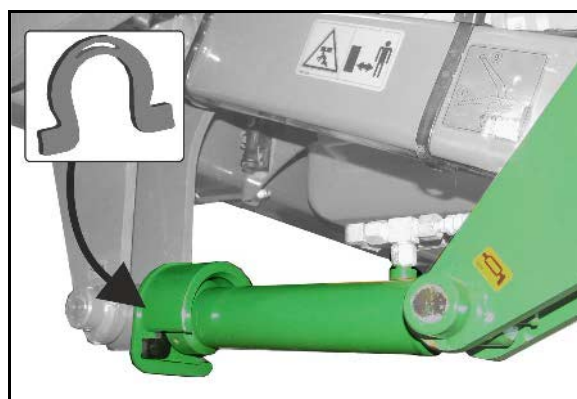

Рис. 83
1. Разъедините оба резьбовых соединения (Рис. 83/1) у каждого диска.